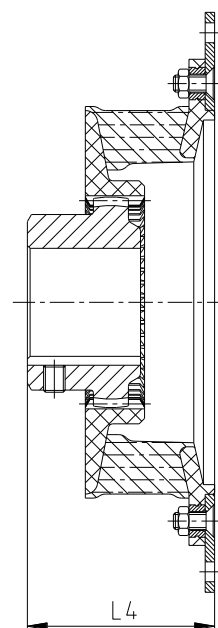

Bild 14: Kupplungseinbau
- Verschieben Sie die Maschinenteile in axialer Richtung, bis das Einbaumaß L4 erreicht ist (siehe Bild 14 sowie Tabelle 1 und 3).